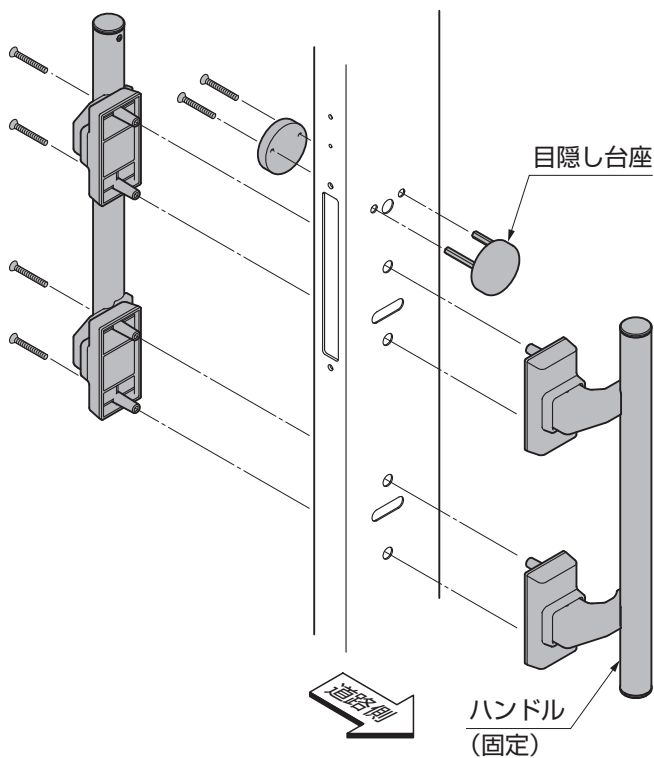

図8-2
- ①ハンドルと目隠し台座を固定してください。(図8-2参照)